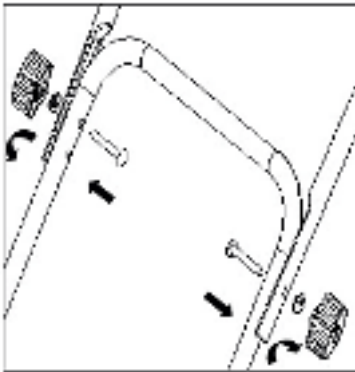

Рис. 4
3. Закрепите верхнюю часть рукоятки с помощью болтов, шайб и гаек-барашков (рис.4).